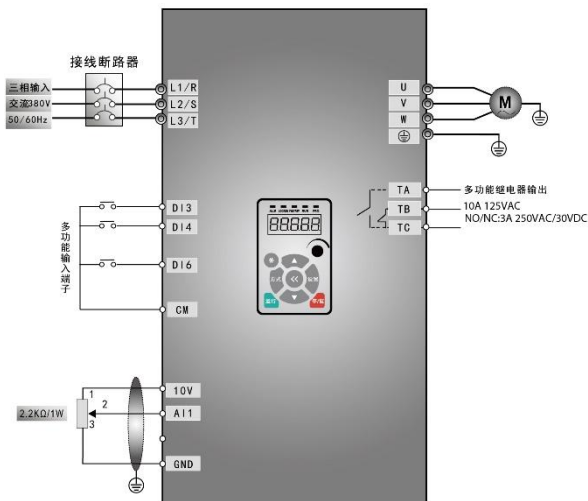

图 5-9 接线图 3
- (1) 按图 5-9 配线，检查接线正确后，合上空气开关，变频器上电。注意：外部模拟信号设定电位器可选择 2K~5K 电位器。对于精度要求高的场合请选用精密多圈电位器，接线使用屏蔽线，屏蔽层近端可靠接地。